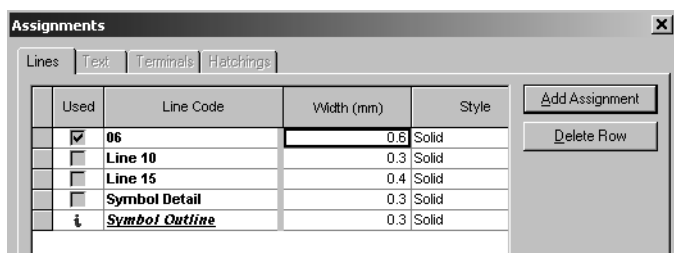

Рис. 1.5
Ширина линии, по умолчанию равна 0,254мм, если вам потребуется иная ширина, то сначала нарисуйте то, что вы создаете этой, «дежурной» линией, а затем выберите линию и щелкните по кнопке  **Item Properties** (Свойства объекта). Откроется диалоговое окно, имя и содержание которого зависят от выбранного объекта. Если перед этим вы выбрали линию, то откроется диалоговое окно **Item Properties – Symbol Outline**, в котором в окне **Line Width Code** (Код ширины линии) можно выбрать некоторые разновидности линий, а если щелкнуть по расположенной рядом кнопке  **Assignments** (Назначение), то откроется соответствующее диалоговое окно, см. рис. 1.5, в котором, щелкнув по кнопке **Add Assignments** (Добавить назначение), вы введете в таблицу новую строку, устанавливающую параметры требуемой линии. На рисунке, в качестве примера показан «Код» новой линии в виде цифр (06), соответствующих ширине этой линии в миллиметрах, и эта величина введена в клетку **Width** (Ширина).